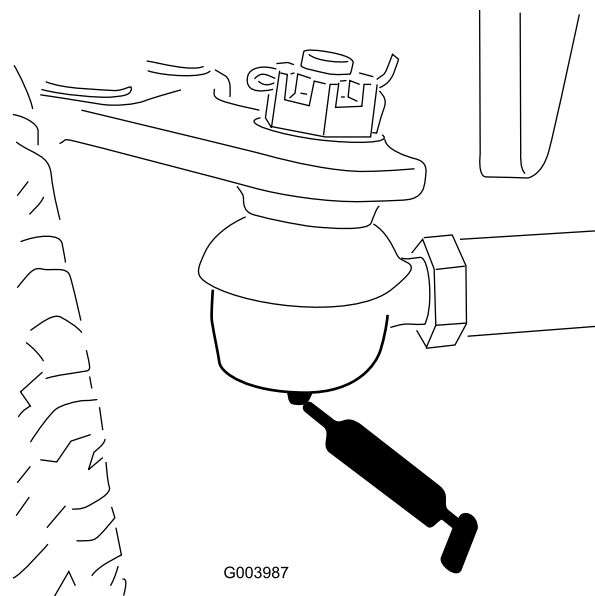

Figura 67
- Barra de ligação do eixo traseiro (2) (Figura 67)